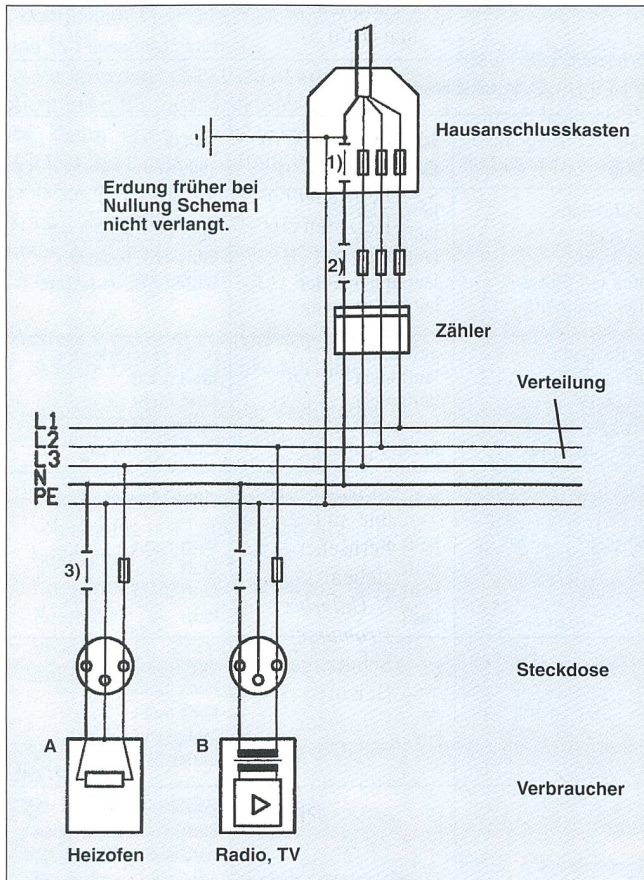
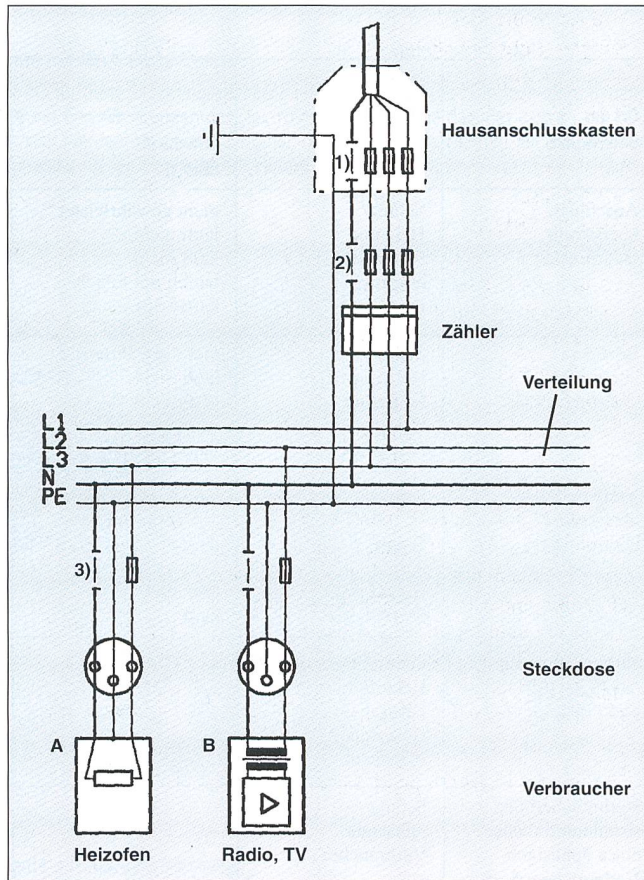
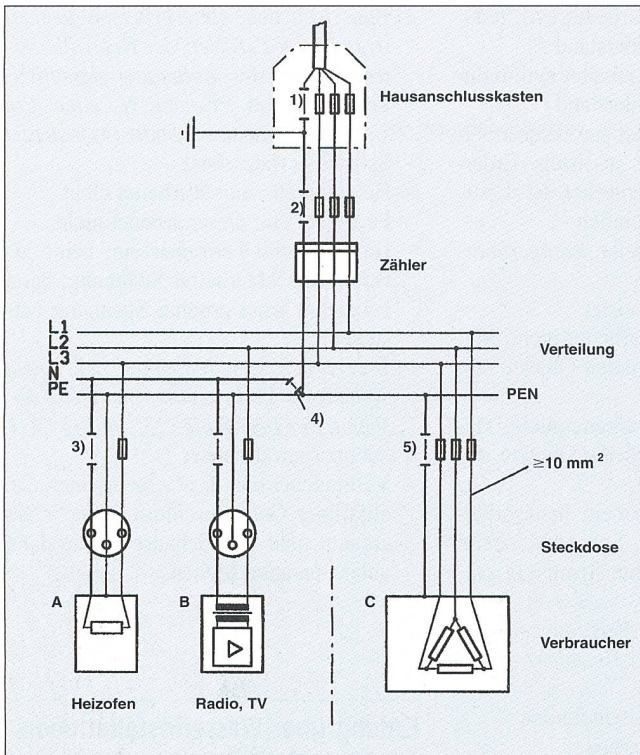

Bild 2 Installation TN-S (früher Nullung Schema I)
Bild 3 Installationsart mit Schutzerdung
Bild 4 Installationsart TN-C-5 (Schema II)
Diese Installationsart ist heute vorgeschrieben für Querschnitte < 10 mm². Der Neutralleiter (N) und der Schutzleiter (PE) sind vor dem Anschlussüberstromunterbrecher verbunden und geerdet. Bei diesem Installationssystem wird der Schutzleiter und der Neutralleiter getrennt geführt. Die verschiedenen Unterbruchmöglichkeiten des Neutralleiters ergeben folgende Situationen (Bild 2):
Diese Installationsart wird mit fünf getrennten Leitern ausgeführt. Dabei ist der Schutzleiter geerdet, jedoch nicht mit dem Neutralleiter verbunden. In dieser Installation muss der Erderwiderstand am Hausanschluss sehr tief sein, damit die Schutzbedingungen eingehalten werden. Die verschiedenen Unterbruchmöglichkeiten des Neutralleiters ergeben folgende Situationen (Bild 3):
Bei der Nullung nach TN-C-S ist im TN-C-Abschnitt der Schutzleiter (PE) und der Neutralleiter (N) bei Querschnitten $\geq 10 \text{ mm}^2$ als gemeinsamer PEN-Leiter geführt. Der PEN-Leiter ist am Ausgang des Anschlussüberstromunterbrechers geerdet. Bei Querschnitten $< 10 \text{ mm}^2$ muss mit einem speziellen Trenner auf die Nullung TN-S übergegangen werden. In der Installation dürfen PE- und N-Leiter nach der Aufteilung nicht mehr verbunden werden. Ein Unterbruch an den Stellen 1-5 nach Bild 4 ergibt folgende Situationen:
L'interruption du neutre dans une installation électrique intervient certes très rarement. Mais si elle a lieu on court le risque que de tels défauts génèrent des surtensions, qui peuvent détruire des appareils électroniques (voir tableau I). Dans l'ancien schéma III (figure 1) et dans les installations mixtes (TN-C-S) (figure 4), outre des surtensions on peut avoir aussi des tensions de contact dangereuses. Selon le lieu de l'interruption, des tensions dangereuses peuvent se présenter aussi sur des boîtiers métalliques intacts sans que l'appareil concerné soit lui même enclenché. Il suffit qu'un quelconque poste consommateur dans l'installation soit en service (p.ex. luminaire). Dans une installation normale, il n'y a aucune possibilité de couper automatiquement ce défaut. Un disjoncteur de protection à courant de défaut 30 mA ne coupe qu'en contact avec un boîtier sous tension et évite ainsi des dommages aux personnes. Par contre dans les installations TN-S (figure 2) et celles avec protection par mise à la terre (figure 3) il n'y a aucun danger de dommages aux personnes.